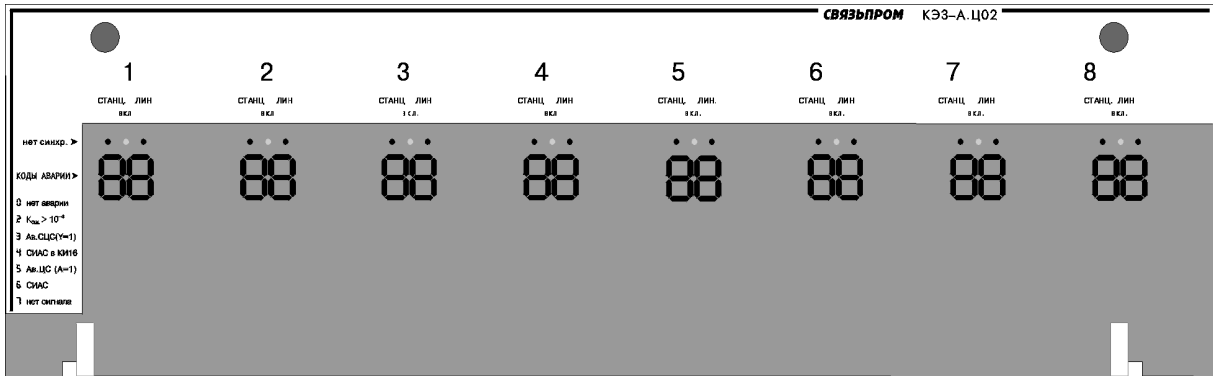

Рис.4.
4.2. DIP-переключатели, устанавливающие конфигурацию ЭЗ и описанные в разделе 3, расположены на плате эхозаградителя (Сп1.011.006-1ЭЗ) за лицевой панелью (рис.4).